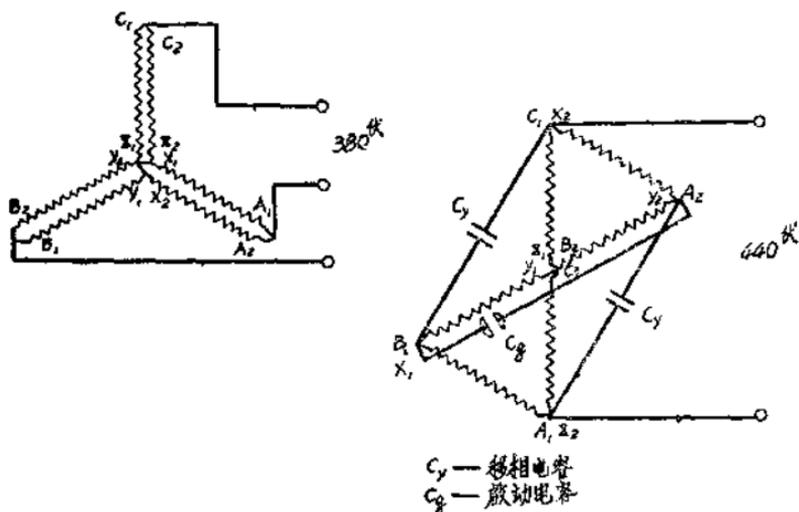

图6 双星形绕组三相电动机单相接线图
(2) 在“一线一地”制的系统中运行,需将车上的三相变压器或三相电机改装,增加移相电容。常用以下几种形式:
① 双星形绕组,三相电动机单相运行(见图6)